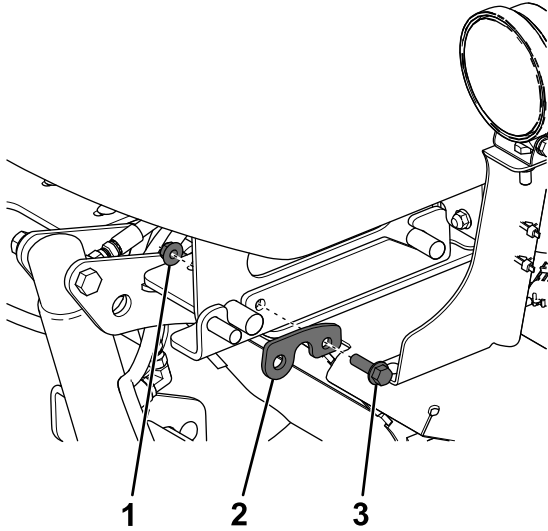

Figure 14
5. Enfilez un verrou de montage sur les goupilles de la plaque de montage des deux côtés de l'épandeur (Figure 14).
6. Fixez chaque verrou de montage au moyen d'un boulon (3/8 po) et d'un écrou à embase (Figure 14).